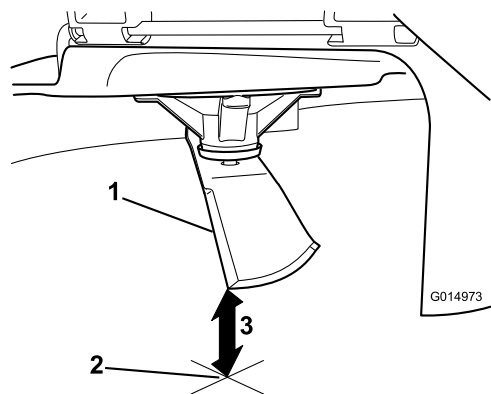

Figura 60
5. Măsurai de la vârful lamei până la suprafața plană (Figura 60).